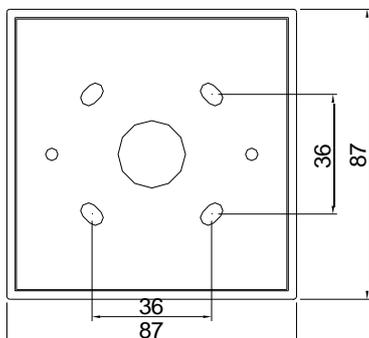

Рис. 1 – размеры монтажных отверстий
2. Надежно закрепите монтажную коробку на поверхности стены с помощью крепежных винтов и дюбелей. Размеры монтажных отверстий показаны на Рис. 1